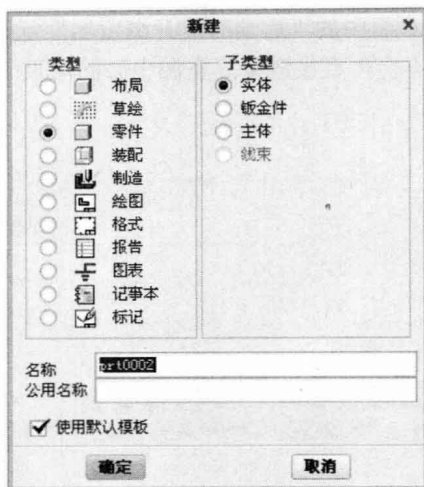

图 1-4 新建零件
- (1) 执行命令。单击快速访问工具栏中的“新建”按钮, 执行新建文件命令。
- (2) 选择文件类型。系统打开“新建”对话框，如图 1-4 所示。默认的“类型”为“零件”，在“子类型”中可以选择“实体”、“线束”、“钣金件”和“主体”，默认为“实体”。